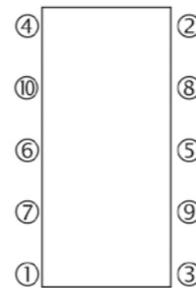

Fig. 11
- Pulire ed ingrassare accuratamente i tiranti, posizionarli sul telaio, quindi stringere i dadi in modo progressivo e uniforme nell'ordine indicato in Fig. 11 fino ad ottenere la quota corretta tra i piastroni (quota di serraggio) indicata sulla etichetta di identificazione. Verificare che questa quota sia uniforme sull'intero perimetro dei piastroni. Un serraggio eccessivo può deformare le piastre in modo irreparabile. Se si ritiene sia necessario stringere oltre il valore indicato, rivolgersi al centro di assistenza post-vendita di CIPRIANI che saprà darvi le giuste indicazioni.